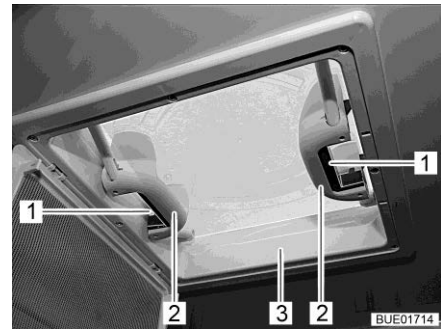

Bild 109 Handtag med snäpplås
- Tryck snäpplåset (Bild 109,1) mot takluckans insida (Bild 109,3). Tryck samtidigt takluckan uppåt med handtaget (Bild 109,2).
- Dra kraftigt ned takluckan (Bild 109,3) med de båda handtag (Bild 109,2) tills snäpplåsen (Bild 109,1) hakar i.